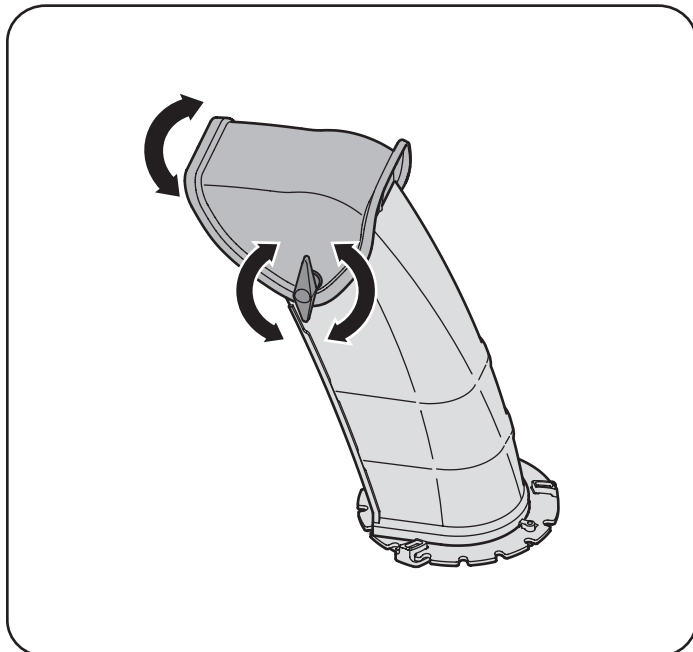

Figura 15
2. Gire el canal hacia arriba o hacia abajo antes de apretar la perilla a mariposa. Vea la Figura 15.
1. El control de la barrena se encuentra en el mango izquierdo. Consulte la Figura 15 el recuadro. Cuando se suelta el control de la barrena y está en posición desengrenada arriba, el cable debe tener muy poco juego. NO debe estar tenso.
4. Deje la barrena engranada durante aproximadamente diez (10) segundos antes de soltar el control de la barrena. Repita esta operación varias veces.